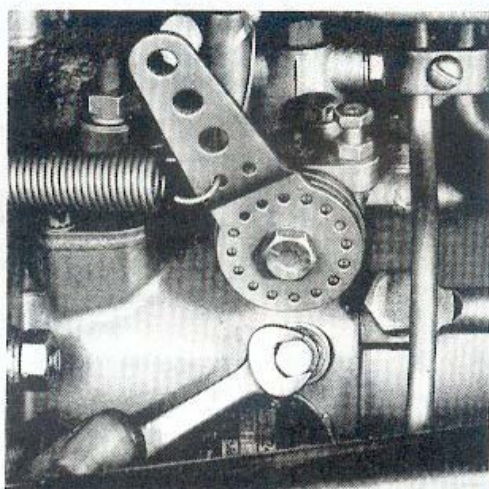

Fig. 12
- Desserrer l'une des deux vis de purge (fig. 12) sur la tête hydraulique de la pompe d'injection.